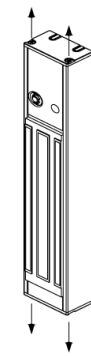
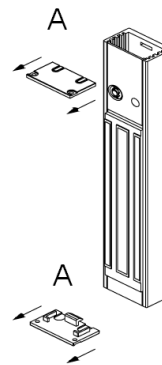

Рис.2
Рис.3
2. Извлечь из корпуса замка винты, как показано на Рис. 2 и снять боковые крышки «А» Рис. 3. Выдвинуть панели «В» и через крепежные отверстия, закрепить замок на дверной коробке.